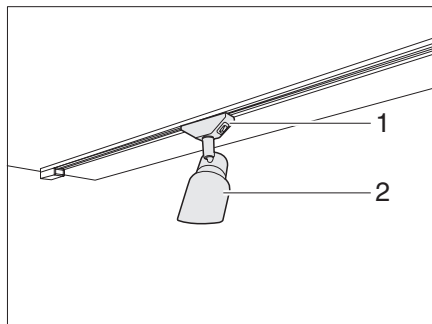

Fig. 44 Faretto a LED (esempio)
- Afferrare il supporto (Fig. 44,1) e girarlo di 45°.
- Togliere il faretto a LED (Fig. 44,2) dal sistema di guide.
- Riapplicare il faretto a LED (Fig. 44,2) nel sistema di guide nella posizione desiderata e girarlo di 45°.